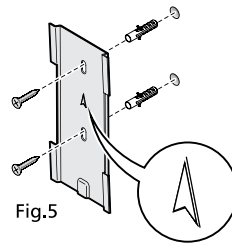

Fig.5
- Monter monteringspladen på væggen ved hjælp af vedlagte skruer og plugs (Fig. 5).